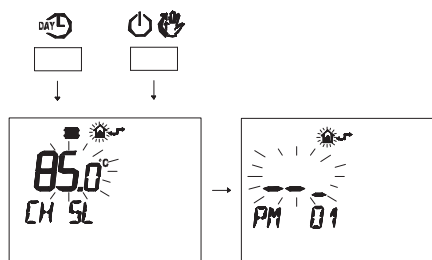

Figura 5.61
- Premere contemporaneamente i pulsanti **DAY** e **ON** per entrare nella programmazione trasparente (Figura 5.61).